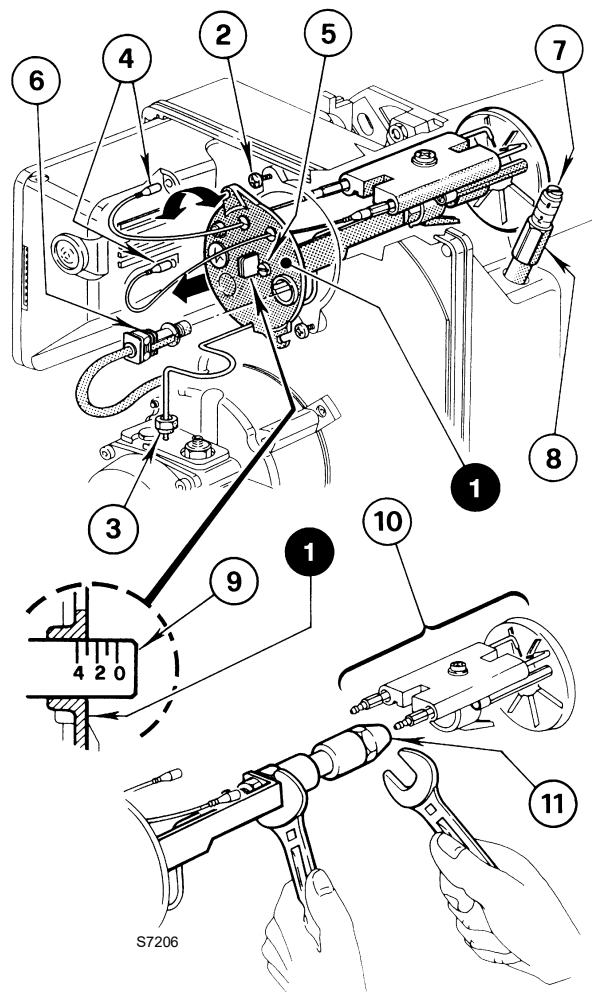

Рис. 10
Регулировка головки горения зависит от расхода горелки (Рис. 10).
- Поворачивайте по или против часовой стрелки регулировочный винт (5), пока риска на регулировочной планке 9 (Рис. 10) не совпадет с внешней плоскостью держателя форсунки 1 (Рис. 10).
- ослабьте гайку 8 (Рис. 10) и отрегулируйте заслонку с помощью винта 7 (Рис. 10).
- По завершении регулировки затяните гайку 8 (Рис. 10).